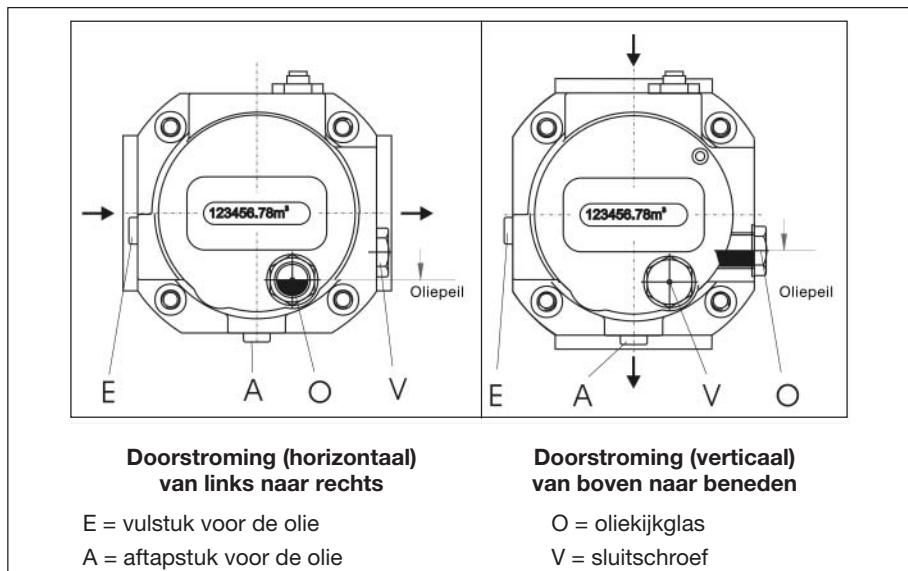

Fig. 7: Horizontale en verticale inbouwpositie, vullen met olie en oliepeilweergave, **type RVG-ST**
- Bij **horizontale doorstroming** staan er twee olietuitkijkglazen E of V ter beschikking. De aftapopening A bevindt zich op het laagste punt. Het olietuitkijkglas O bevindt zich aan de voorkant van de meter onder het telwerk (fig. 7 links).
- Bij **verticale doorstroming** staat alleen olietuitkijkglas E ter beschikking. De aftapopening A bevindt zich op het laagste punt. Het olietuitkijkglas is nu rechts op het voorste deksel van de behuizing ondergebracht (fig. 7 rechts).